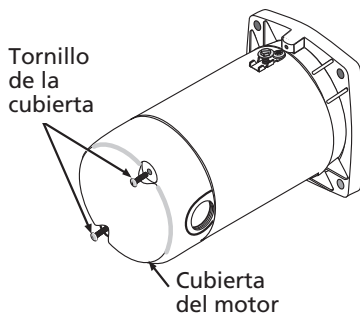

Figura 2 – Remoción de la cubierta del motor
Deberá sacar la cubierta del motor para cambiar la configuración de la tensión (Consulte la figura 2).
8. Conecte los conductores que llevan la corriente a los bornes L1 y L2 debajo de la cubierta del motor. Cuando cambie el motor, inspeccione el diagrama de cableado en la placa de fábrica del motor con el de la Figura 2. Si el diagrama de cableado del motor no corresponde a ninguno de los diagramas en la Figura 2, siga las instrucciones del diagrama en el motor.
- IMPORTANTE:** Los modelos monofásicos de 115/230 voltios vienen de fábrica con el motor cableado para 230 voltios. Si el suministro de corriente es de 115 voltios, saque la cubierta del motor y vuelva a conectar el motor según se ilustra en la figura 2. No trate de hacer marchar el motor en la forma en que se recibió en una corriente de 115 voltios.